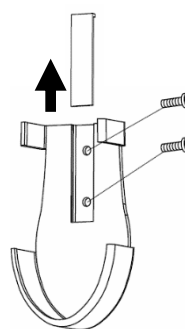

Fig. 13a
2. Retire la cubierta del tornillo e instale el sujetador usando los dos 2 tornillos y reinstale la cubierta del tornillo. (Fig.13a).